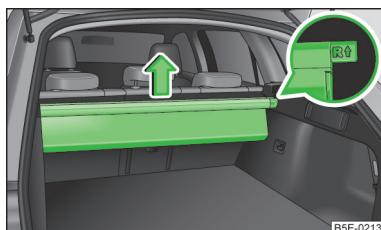

Fig. 95 Extraer la bolsa multifunción
- Extraiga la bolsa multifunción de los alojamientos en el sentido de la flecha » fig. 95.
- Introduzca el extremo de la regleta señalizado con **R** ↑ colocándolo en el alojamiento derecho y el extremo señalizado con **L** ↑ en el alojamiento derecho. Las flechas deben señalar hacia delante » fig. 95.